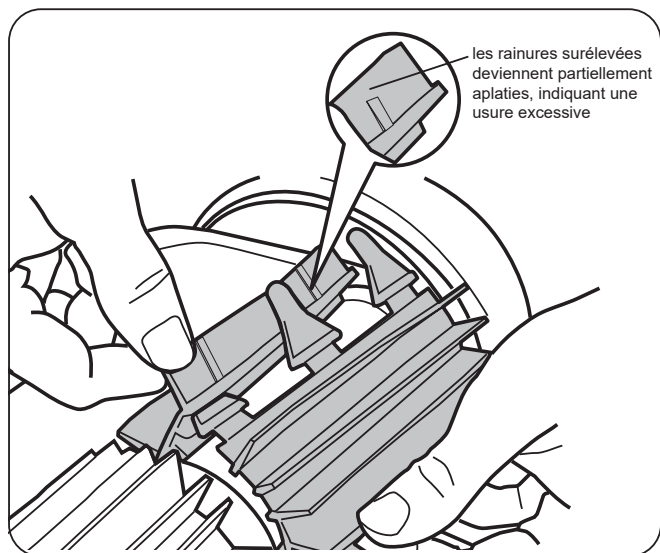

Figure 19. Indicateur de brosse usée
Le robot nettoyeur est muni d'une brosse à l'avant. Des indicateurs d'« usure» sont présent sur la brosse (Figure 19). Pour maintenir des performances de brossage optimales, remplacer la brosse dès que l'indicateur d'usure a atteint le niveau maximal. Aqua Products vous recommande de remplacer les brosses tous les deux (2) ans.